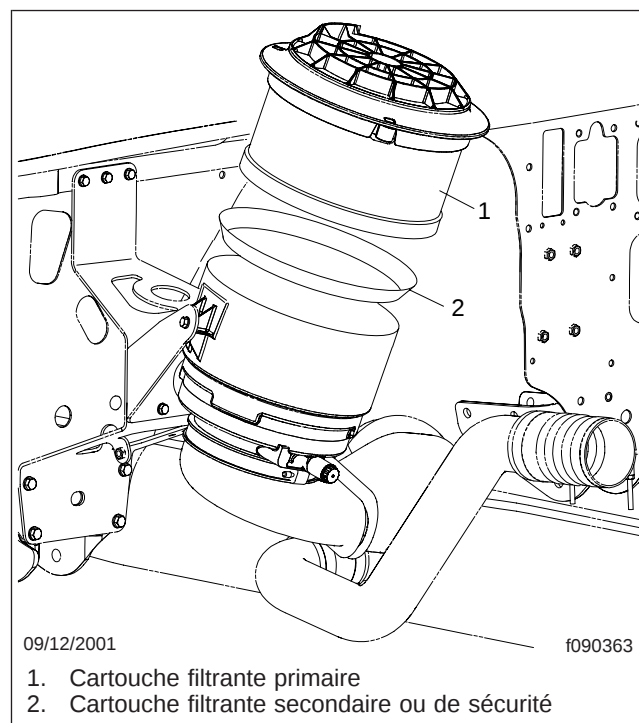

Fig. 12.2, Cartouches filtrantes du filtre à air
- 5.2 Remplacez la cartouche filtrante primaire du filtre à air si le signal jaune reste bloqué sur 25 poH₂O pour les moteurs Cummins ou Mercedes-Benz. Reportez-vous au **groupe 09** du manuel d'atelier du véhicule pour les instructions de remplacement du filtre ou emmenez le véhicule chez un concessionnaire Freightliner Custom Chassis agréé. Voir la **figure 12.2**.